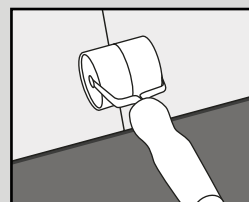
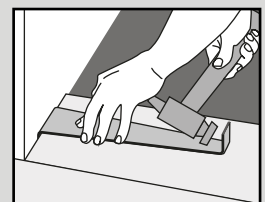

Fig. 4
Fig. 5
5. Continuez la pose des lames dans la pièce jusqu'à ce que la rangée soit terminée à l'aide d'un rouleau à main (Figure 4). Seulement s'il est nécessaire de le faire, utilisez un maillet en caoutchouc et une chute du produit pour taper délicatement sur le produit. Un tire-lame peut être utilisé pour tirer l'ensemble du revêtement de sol le long des bords de la pièce (Figure 5).